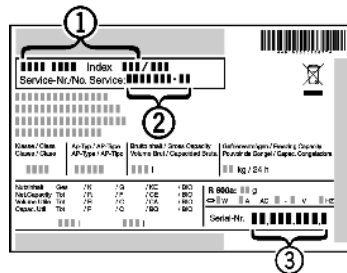

Fig. 4
► Relever la désignation de l'appareil *Fig. 4 (1)*, le n° de service *Fig. 4 (2)* et le n° de série *Fig. 4 (3)* sur la plaquette signalétique. Cette plaquette se trouve sur la paroi intérieure gauche de l'appareil.
- Informer le S.A.V. et lui communiquer la panne, la désignation de l'appareil *Fig. 4 (1)*, le n° de service *Fig. 4 (2)* et le n° de série *Fig. 4 (3)*.